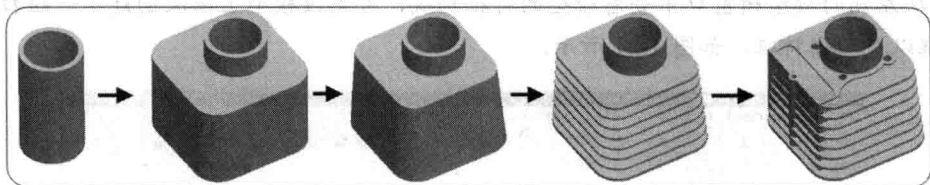

图 1-23 模型的特征组合
5. 使用同样的方法从下至上依次删除特征, 观察这个模型是怎样通过“搭积木”方式由各种特征组合而成的, 如图 1-23 所示。